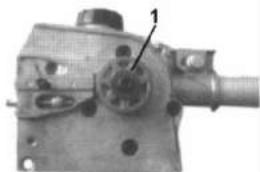

Fig.PP15
3. Si el engranaje está muy desgastado, sustitúyalo con uno nuevo. (Véase la Fig.PP15)